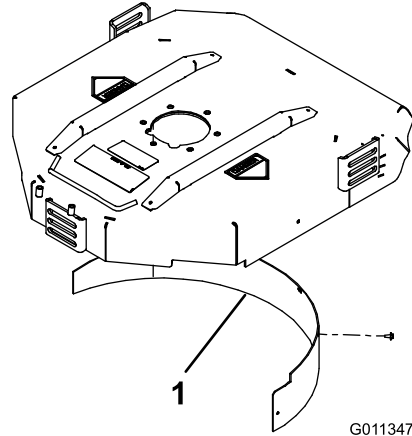

图 8
2. 将碎草隔板装入后开口内并使用 5 个凸缘头螺栓进行固定 (图 8)。